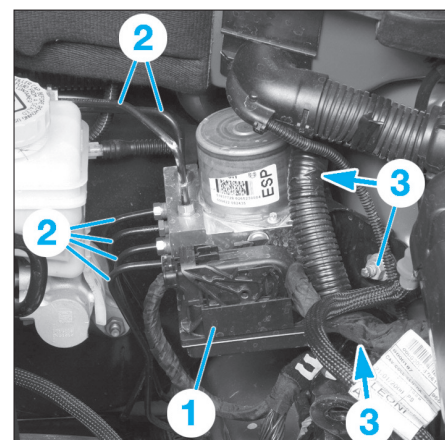

Fig. 25
- Débrancher le connecteur (1) du calculateur ABS (Fig.25).
- Dévisser les raccords des canalisations (2) sur le groupe hydraulique.
- les écrous de fixation (3) du support du groupe électrohydraulique,